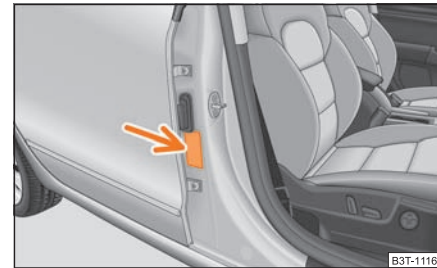

Fig. 180 Autocollant sur le montant central de la carrosserie côté passager avant
- L'autocollant qui se trouve ⇒ fig. 180 sur le montant central de la carrosserie côté passager avant attire votre attention à ce sujet. L'autocollant est